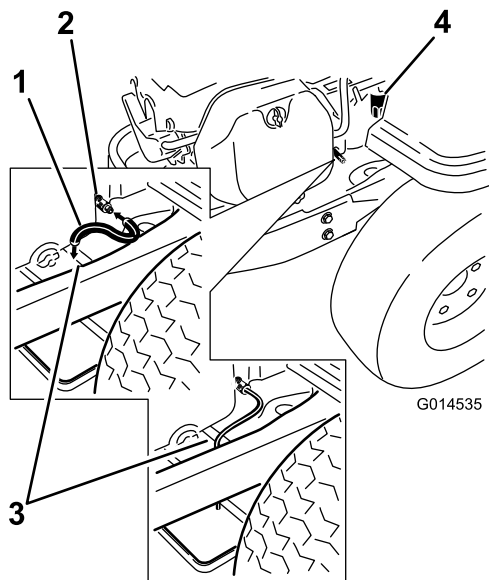

Figura 30
4. Limpie la zona alrededor de la válvula de vaciado del bastidor de la máquina. Localice el manguito de vaciado del aceite y deslícelo sobre la válvula de vaciado (Figura 30).
5. Pase el otro extremo del manguito de vaciado de aceite por encima del extremo del bastidor (Figura 30).